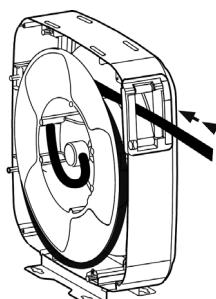

FIG 12.
2. För tillbaka en del av slangen genom slangstyrningen och ta sedan bort en öglå på rullen (Fig. 12).